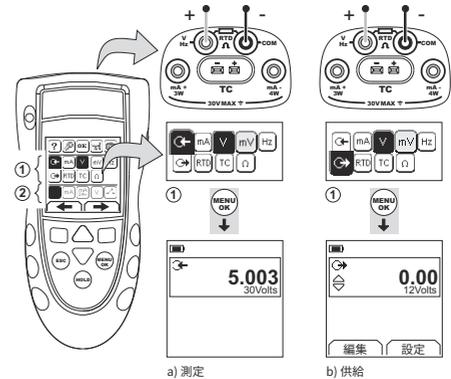

図4: 構成例 - ボルトまたは mV の測定 / 供給 (エリア ①)
1. 本計器を接続し (図4 & 図5)、必要に応じてセットアップ (表1) を調整します。